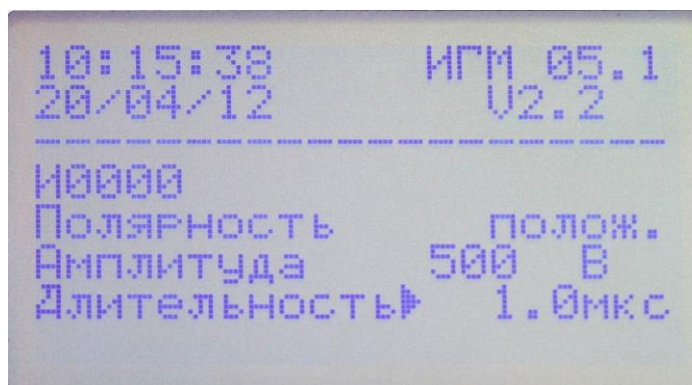

Рисунок 4
7.5. Длительность выходных импульсов устанавливается при помощи кнопок клавиатуры «+» и «-». Курсор должен находиться в строке «Длительность». При этом можно выбрать значения «0.1 мкс», «1 мкс» и «10 мкс» (см. рисунок 4).